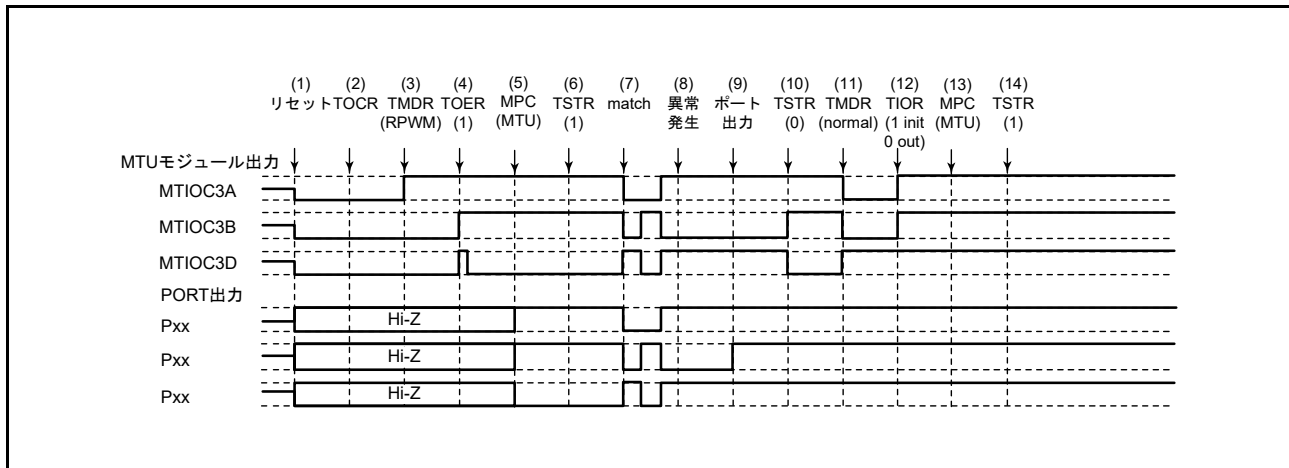

図 23.152 リセット同期 PWM モードで異常が発生し、ノーマルモードで復帰する場合
リセット同期 PWM モードで異常が発生し、再設定後ノーマルモードで再スタートする場合の説明図を図 23.152 に示します。
(1) ~ (10) は図 23.152 と共通です。
(11) PWM モード 1 を設定してください (MTU 出力は正相側が Low、逆相側が High となります)。
(12) TIOR レジスタで端子を初期化してください。なお、PWM モード 1 では MTIOCnB (MTIOCnD) 端子に波形が出力されません。出力すべきレベルがある場合は、I/O ポートのポート方向レジスタ (PDR)、ポート出力データレジスタ (PODR) で汎用出力ポートの設定をしてください。
(13) MPC と I/O ポートのポートモードレジスタ (PMR) で MTU 出力としてください。
(14) TSTR レジスタで再スタートします。
(28) リセット同期 PWM モードで動作中に異常が発生し、相補 PWM モードで再スタートする場合の動作
- (11) TOER レジスタで MTU3、MTU4 の出力を禁止してください。
- (12) TOCR レジスタで相補 PWM モードの出力レベルと周期出力の許可 / 禁止を選択してください。
- (13) 相補 PWM を設定します (MTU の周期出力端子は Low になります)。
- (14) TOER レジスタで MTU3、MTU4 の出力を許可してください。
- (15) MPC と I/O ポートのポートモードレジスタ (PMR) で MTU 出力としてください。
- (16) TSTR レジスタで再スタートします。
(29) リセット同期 PWM モードで動作中に異常が発生し、リセット同期 PWM モードで再スタートする場合の動作
(11) MPC と I/O ポートのポートモードレジスタ (PMR) で MTU 出力としてください。
(12) TSTR レジスタで再スタートします。
(13) コンペアマッチの発生によりリセット同期 PWM 波形を出力します。